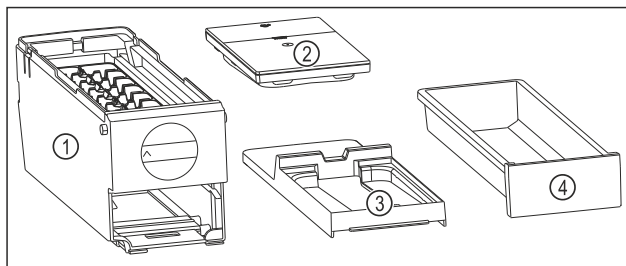

Fig. 70 EasyTwist-Ice 的组成部分
- ▷ EasyTwist-Ice 已被拆解为四部分。（参见 Fig. 70）
- ▶ 仅将 EasyTwist-Ice 拆解成所示的组成部分。（参见 Fig. 70）
- ▶ 将 EasyTwist-Ice 机身 Fig. 70 (1) 作为整体进行清洁。